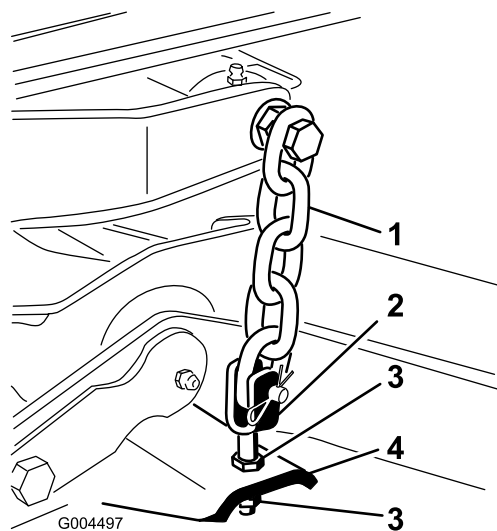

Figura 77
7. Ajuste las contratuercas que fijan las horquillas/cadenas de la parte trasera de la carcasa para elevar la parte trasera, hasta que la inclinación de las cuchillas sea de 8 mm (Figura 77).